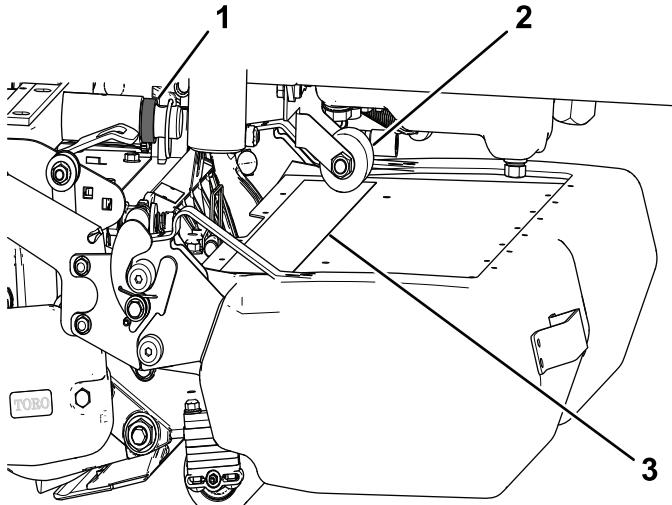

Bild 16
1. Stellen Sie beim Montieren der mittleren Heckschneideeinheit sicher, dass das Distanzstück am Hubarmstift hinter dem Trägerrahmen der Schneideeinheit befestigt ist, wie in Bild 16 abgebildet.
Beim Anheben der Schneideeinheit sollte die Rollenstoßstange immer den Abnutzungsstreifen am oberen Schutzblech des Grasfangkorbs berühren (Bild 16).